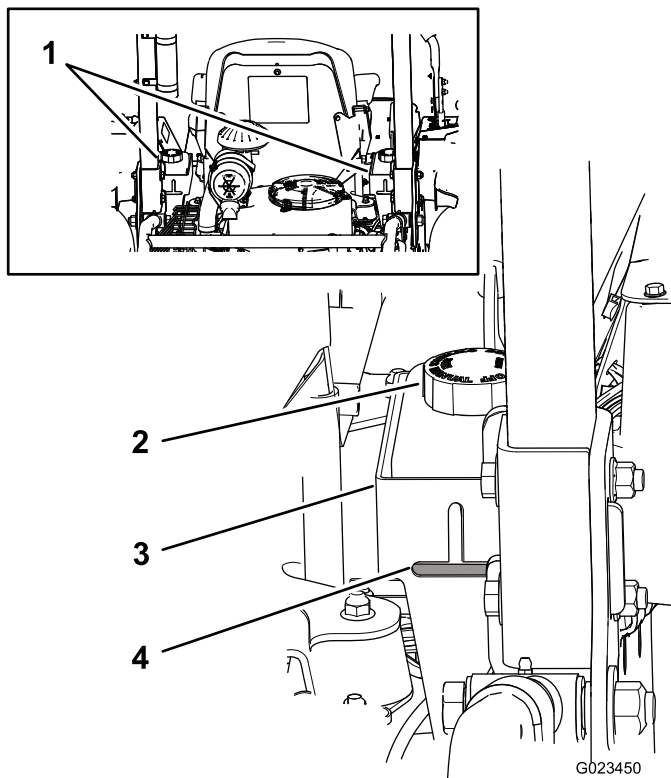

図 18
油圧オイルタンクに高品質の油圧オイルを満たした状態で出荷しています。油圧オイルの点検は、オイルが冷えている状態で行うのがベストです。マシンは移動走行モードになっていることが必要です。オイルの高さが、油圧オイルタンク後部にあるのぞき窓 図 18 の水平部分よりも低い場合には、水平部分の高さまでオイルを補給してください。**入れすぎないようにしてください。** オイルの高さがのぞき窓の水平部分の最上部までである場合には、補給は不要です。推奨オイルの銘柄を以下に示します
注 図18に示すように、それぞれの口の根元までオイルがあればよい。
- A. 異物をタンクに入れないよう、各油圧オイルタンクのキャップ取り付け部周辺をウェスできれいに拭く 図18。